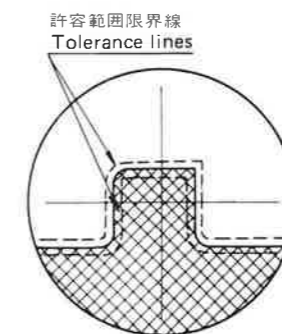

Fig. 23
2) 標準図形との比較(Fig.23)
2) Comparison with standard overlay chart. (Fig. 23)